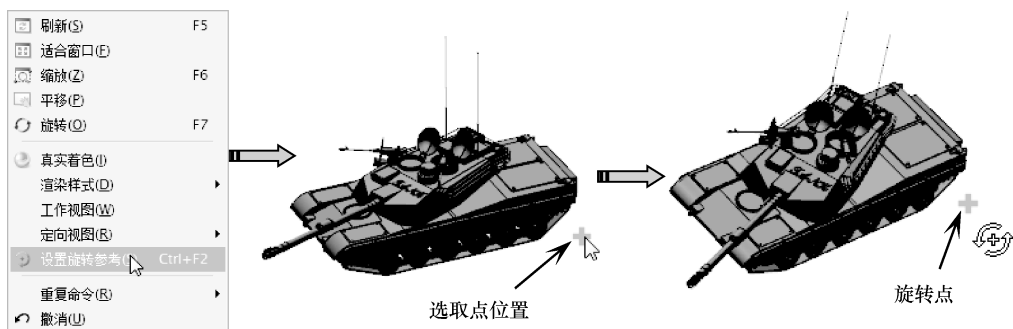

图 1-28 在视图中设置旋转点
**05** 执行右键菜单中【设置旋转参考】命令,然后在视图中选择一个位置作为旋转点位置,随后程序在该位置上自动创建一旋转点,如图1-28所示。